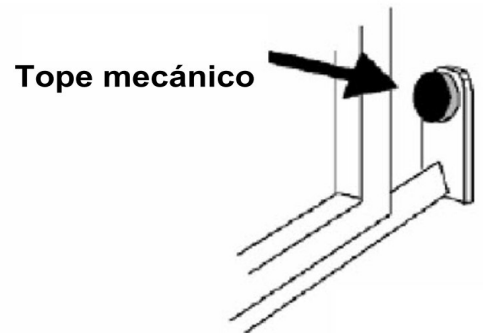
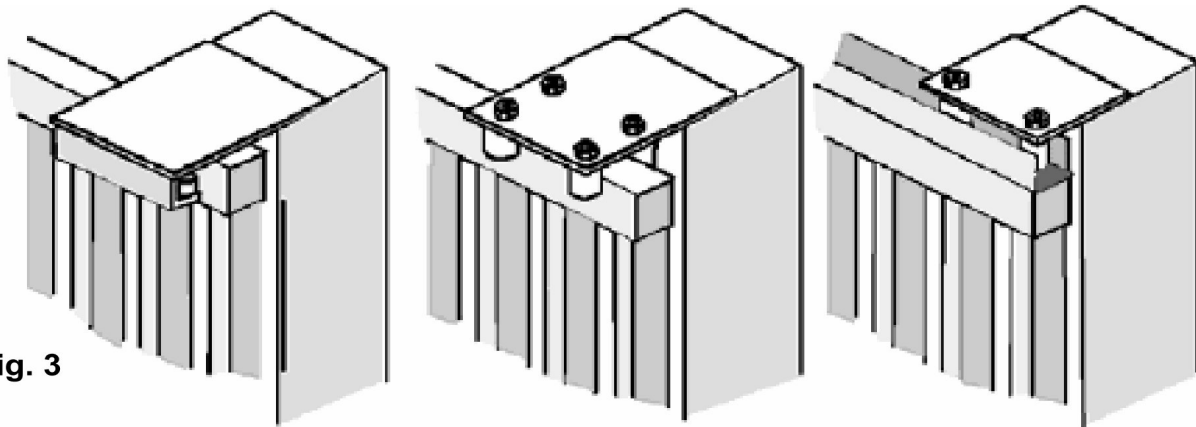

Fig. 2
Fig. 3
- Antes de proceder al montaje del automatismo controlar el buen funcionamiento de la cancela. Asimismo es conveniente verificar que la guía de desplazamiento a tierra (**Fig. 1**) no presente malformaciones, que se encuentre perfectamente nivelada y que el tope mecánico en apertura esté presente (**Fig. 2**), para evitar que la cancela salga de las guías superiores (**Fig. 3**).
- Verificar que la guía de desplazamiento superior (**Fig. 3**) esté fijada firmemente y que la cancela se desplace libremente.
Posicionar el motorreductor y fijarlo con los pernos suministrados. **A** (**Fig.2**).
Fijar firmemente la cremallera en la cancela, dejando una distancia de 2 a 3 mm. desde el piñón del motor (**Fig.3**).